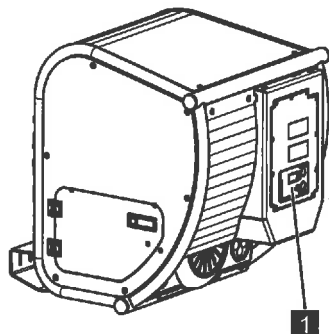

Abb. 223
1. Um das Ladegerät (Abb.223/1) zu aktivieren muss die Maschine an das Stromnetz angeschlossen werden (→ Kapitel 14.2 „Maschine an das Stromnetz anschließen“, auf Seite 95).